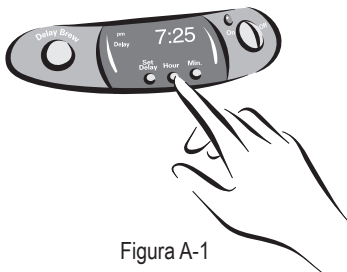

Figura A-1
1) Pressione, segurando o botão da hora, HOUR, até que na tela do relógio apareça a hora correta. Veja a figura A-1.